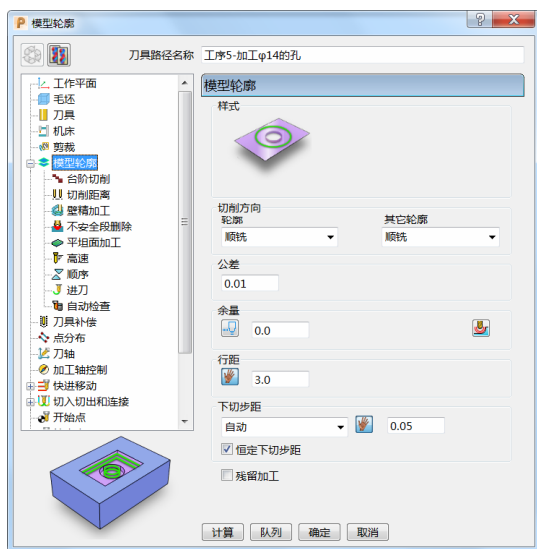

图 6-34
- 5) 模型轮廓: 选择切削方向“顺铣”, 其它轮廓“顺铣”, 公差“0.01”, 余量“0.0”, 行距“3.0”, 下切步距“0.05”, 勾选“恒定下切步距”。(图 6-34)